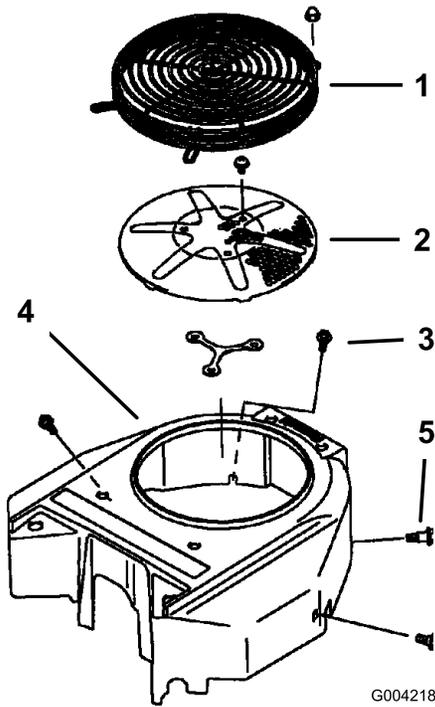

図 60
3. 吸気スクリーンとファン・ハウジングを取り外す (図 60)。
5. 吸気スクリーン、スタータ、ファン・ハウジングを取り付ける (図 60)。